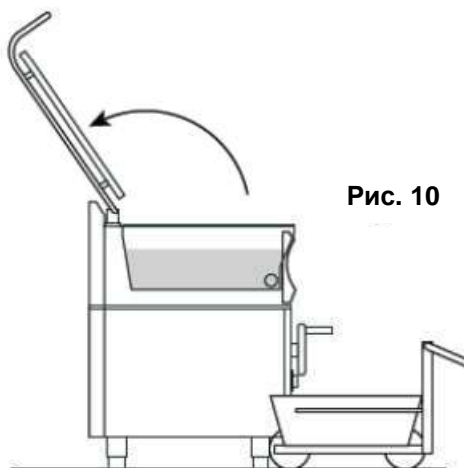

Рис. 10
- До конца поднять крышку готовочной камеры (рис. 10);